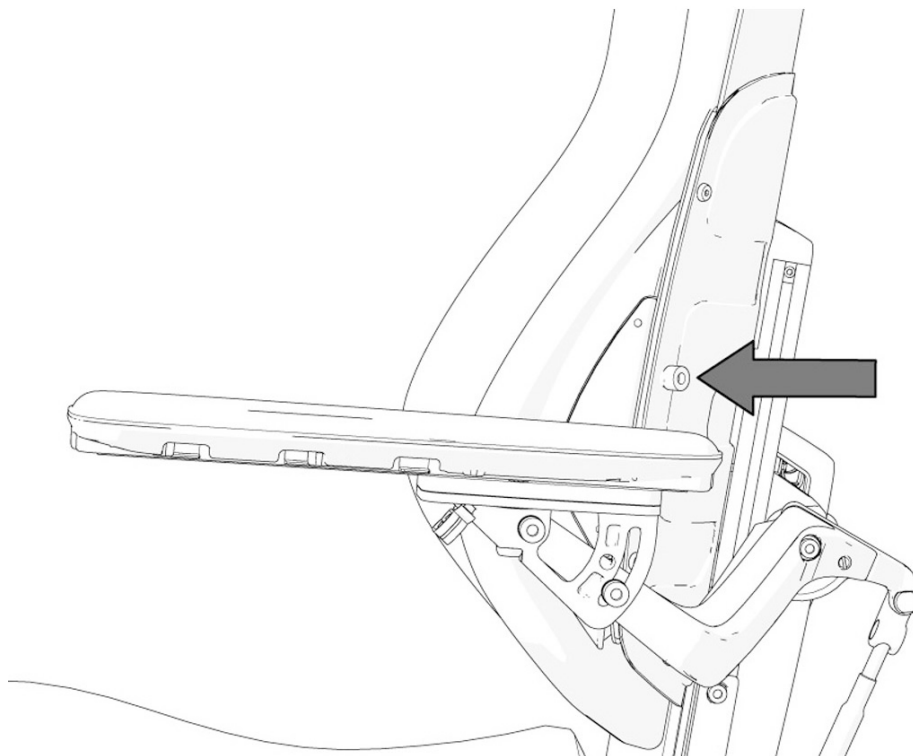

Bild 145. Bålstödets höjdinställning fixeras med en skruv.
1. Lossa den skruv som fixerar bålstödet höjdinställning ca. 2 varv. Se bild. 145.